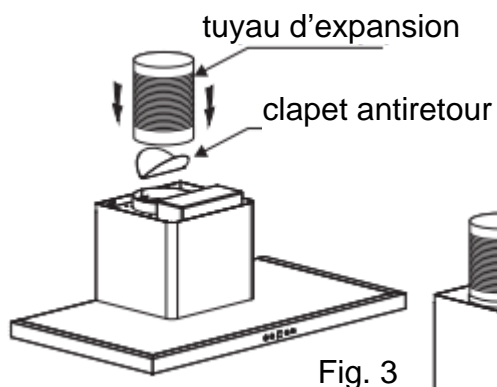

Fig. 3
4. Fixez la cheminée extérieure sur le support de cheminée extérieure, en vous assurant que la cheminée intérieure est facilement ajustable en hauteur, puis fixez le tuyau d'expansion. Ensuite, installez le tuyau d'expansion et la cheminée sur la hotte aspirante. Fixez le tuyau d'expansion à l'aide d'un collier de serrage sur l'évacuation d'air. Voir Fig. 3 et 4.